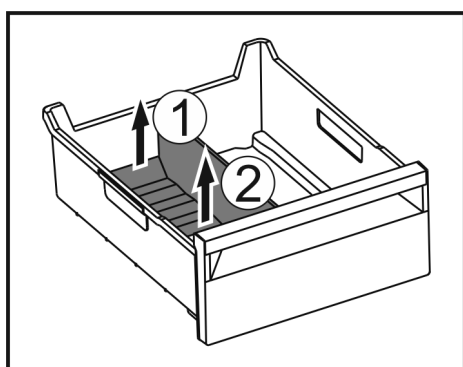

Fig. 195
- Zvedněte zadní část přepážky přihrádky na led. Fig. 195 (1)
- Přepážku přihrádky na led vyjměte nahoru. Fig. 195 (2)